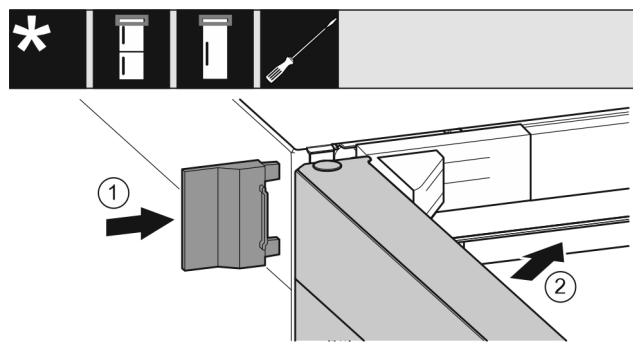

Fig. 26
► Äußere Abdeckung Fig. 26 (1) aufschieben.
► Obere Tür Fig. 26 (2) schließen.